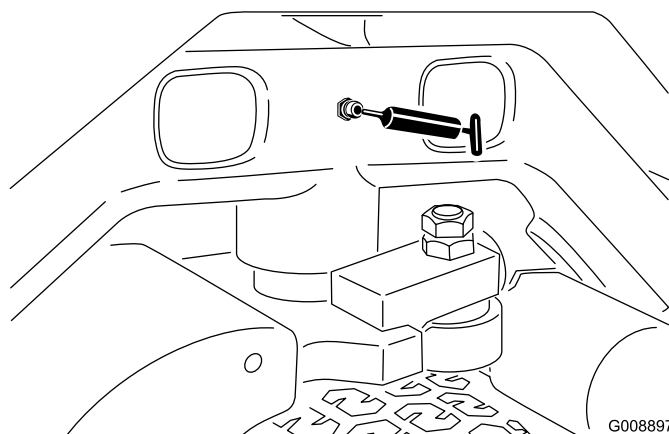

Figura 42
- Pivote de dirección (Figura 42)